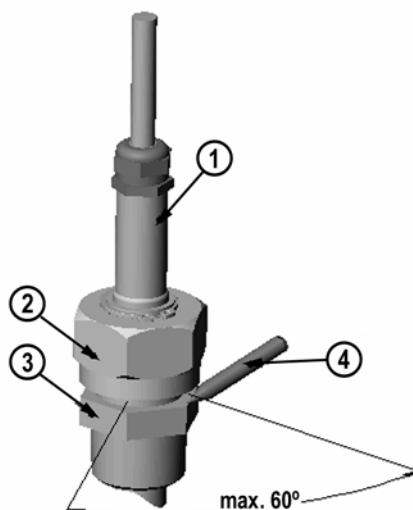

图15 拧紧对开螺母
在图 15中:
11. 用叉形扳手将对开螺母拧紧 50 ... 60° (大约 1/6 转)，如果使用转距扳手，将螺母紧至 $45 \pm 5 \text{ Nm}$ ($33 \pm 4 \text{ ft-lbs}$)。参考图 15。